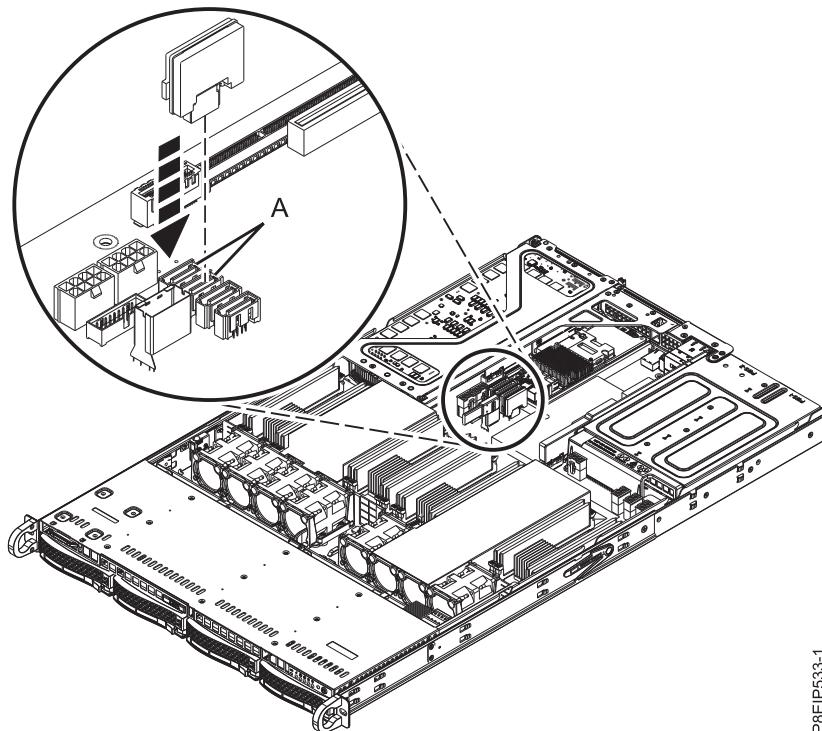

図 10. DOM の取り付け
2. DOM をシステム・バックプレーンの位置 (A) に取り付けます (13 ページの図 10 を参照)。DOM のモデルによっては、DOM 用の小さな電源コードのプラグの差し込みも必要になる場合があります。